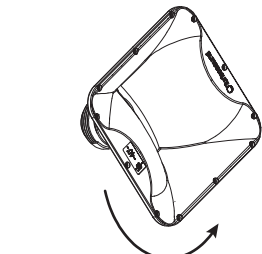

Fig. 5
6. Obróć tubę, aby uzyskać pożądany wzór pokrycia (rys. 5).